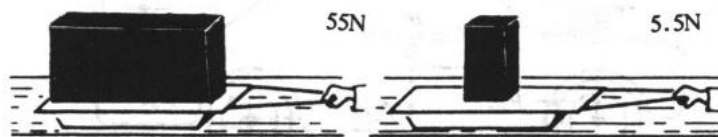

图 1-1 生量与摩擦力的关系
- (1) 物体重量：如图 1-1 所示，重量轻的所需拉力小。